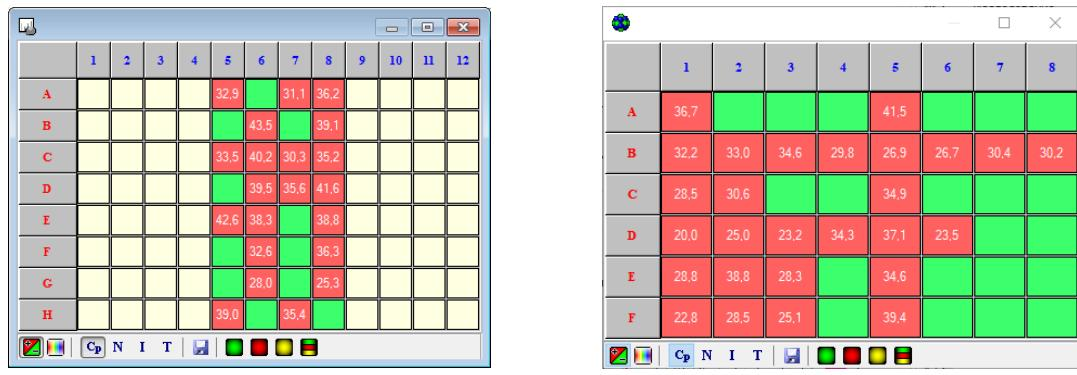

Рис.70 Результаты анализа по расположению в термоблоке
– результаты анализа по расположению в термоблоке (Рис.70).